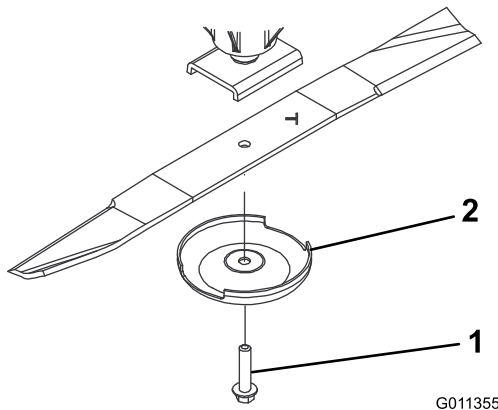

Figura 14
2. Afferrate l'estremità della lama con un cencio o un guanto bene imbottito. Togliete il bullone, la coppa antistrappo e la lama dall'asse del fusello (Figura 14).
3. Montate la lama con la costa rivolta verso il piatto di taglio, servendovi della coppa antistrappo e del bullone della lama (Figura 14). Serrate il bullone della lama a 115–149 Nm.